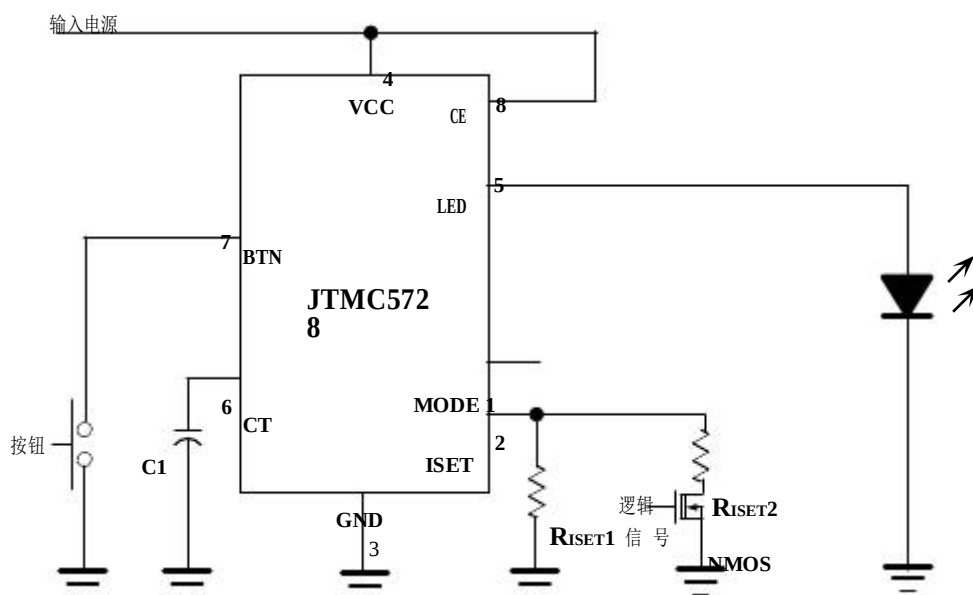

图6 用逻辑信号调整亮度
2. 用逻辑信号调整发光二极管的亮度, 如图6所示
如果只需要分几档来调整发光二极管的电流, 可以用逻辑信号来实现, 图6示出了分两个档次来调整发光二极管的电流的电路。Riset1设置了流经LED管脚的最小电流, 当N沟道场效应晶体管导通时, 即逻辑信号为高电平时, Riset2同Riset1并联, LED电流增大。